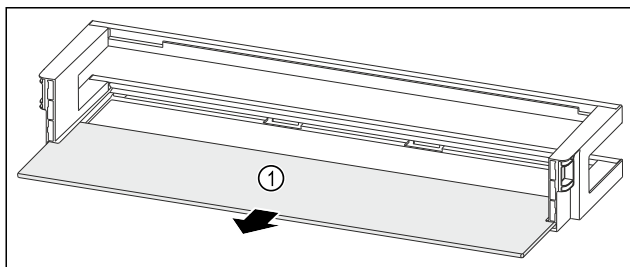

Fig. 50 Dveřní přihrádka s odkládací plochou
- ▶ Odkládací plochu Fig. 50 (1) odeberte.